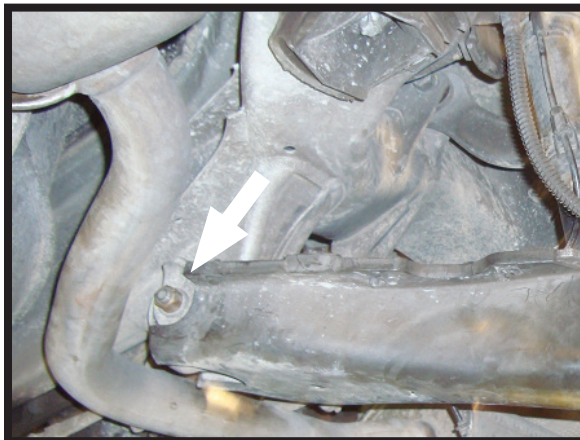

FIGURA 15
14. AFLOJE LA TUERCA DEL BRAZO DE CONTROL INFERIOR LIGERAMENTE (ESTO PERMITIRÁ QUE EL BRAZO DE CONTROL INFERIOR OSCILE HACIA ABAJO). (FIGURA 15)